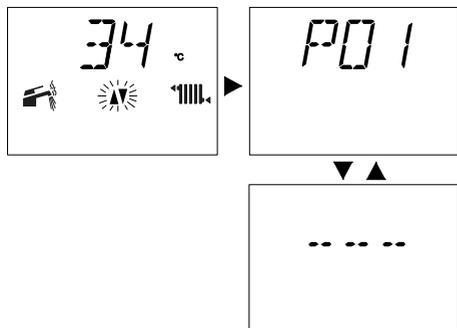
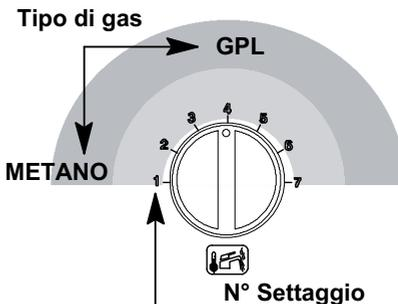

Fig. 8.4
Fig. 8.7
- Premere il pulsante di ripristino 12 in Fig. 8.4 per lo scorrimento dei vari parametri sino al raggiungimento del parametro **P05** valido per il settaggio del Tipo di gas; sul display LCD compare la seguente visualizzazione (la sequenza **P05** si alterna a 01).
Esempio: Se il tipo di gas di alimentazione è il GPL (G30-G31) e la caldaia è predisposta per il funzionamento con il gas Metano (G20) ruotare la manopola 10 in Fig. 8.4 come in Fig. 8.7.
- Premere il pulsante di ripristino 12 in Fig. 8.4 per il raggiungimento del parametro **P06** valido per il settaggio del Tipo di gas (secondo livello); sul display LCD compare la seguente visualizzazione (la sequenza **P06** si alterna a **01**).
- Per cambiare il settaggio ruotare la manopola regolazione temperatura sanitaria 10 in Fig. 8.4 e posizionarla sulla posizione